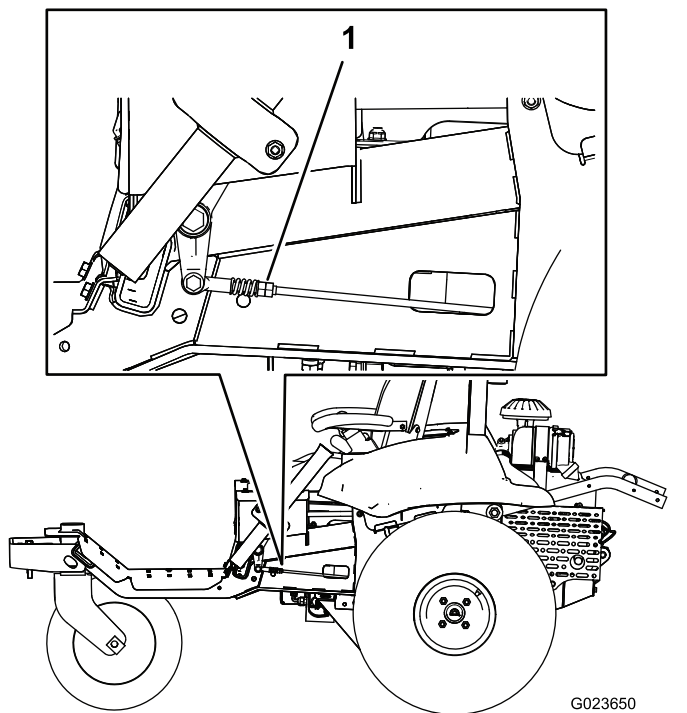

Bild 61
7. Drehen Sie die Doppelmutter am Gestänge (Bild 61) an einer Seite der Maschine langsam, bis sich das Rad an dieser Seite dreht; drehen Sie die Doppelmutter dann in die andere Richtung, bis sich das Rad in der anderen Richtung dreht.